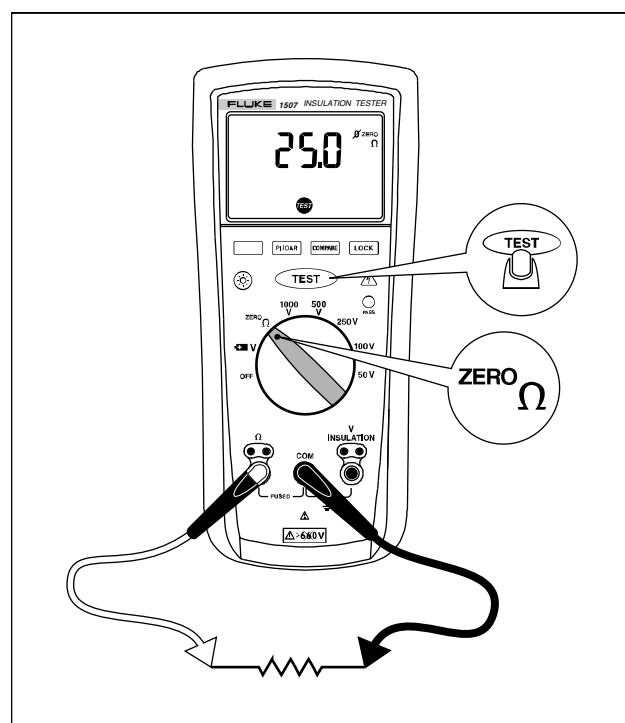

Figure 6. Mesure de résistance
1. Introduisez les sondes de test dans les bornes d'entrée Ω et COM. Voir la Figure 6.